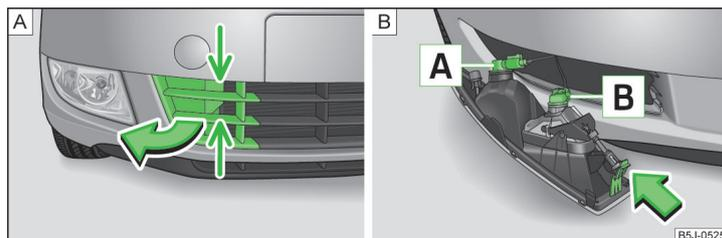

Fig. 165 Paragolpes delantero: rejilla protectora / desmontaje del faro antiniebla
Orden de bombillas » fig. 165
- Agarrar la rejilla protectora por los puntos indicados por flechas » fig. 165 - [A] y sacar la caperuza protectora en el sentido de la flecha.
- Meter la mano en la apertura de la rejilla protectora y presionar la pestaña de enclavamiento » fig. 165 - [B] en el sentido de la flecha.